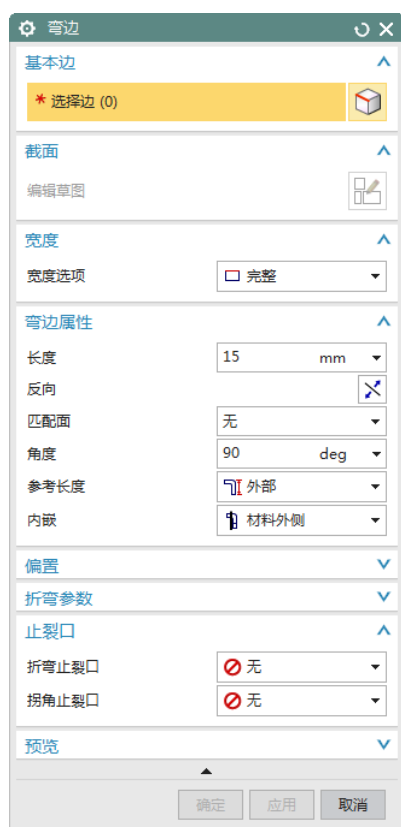
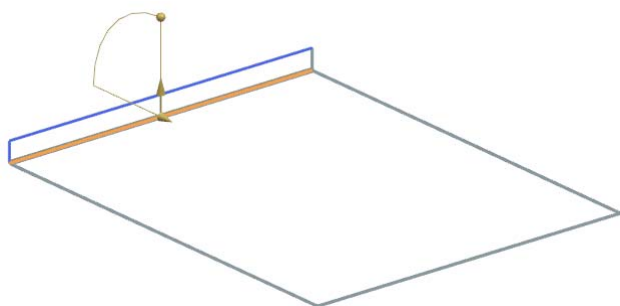

图 11-226 “弯边”对话框
图 11-227 选择弯边
(1) 选择“菜单(M)” → “插入(S)” → “折弯(N)” → “弯边(F)...”，或单击“主页”选项卡“折弯”面组上“弯边”按钮，打开如图 11-226 所示“弯边”对话框。
(2) 在对话框中设置“宽度选项”为“完整”，“长度”为 15，“角度”为 90，“参考长度”为“外部”，“内嵌”为“材料外侧”，在“折弯止裂口”和“拐角止裂口”下拉列表框中选择“无”。
(3) 选择弯边，同时在视图区预览显示所创建的弯边，如图 11-227 所示。